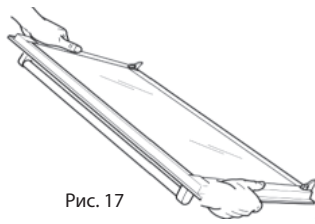

Рис. 17
- Держите дверь крепко (Рисунок 17).